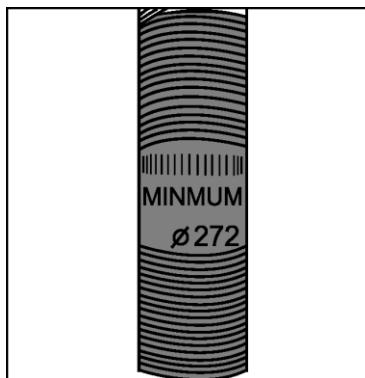

Abbildung 1: Lenker oder Sattelstütze
- Lenker und Sattelstütze:** siehe Abbildung 1. In Sattelstütze und Vorbau ist eine gerippte Linie eingraviert. Dies ist die Mindestlänge, die die Sattelstütze im Rahmen bzw. der Vorbau in der Lenksäule verbleiben muss.